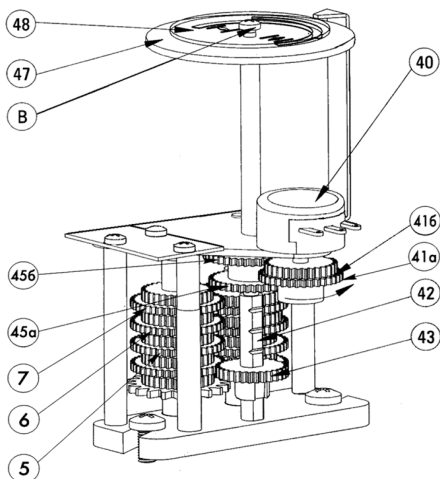

Рис. 4 Индикатор положения затвора арматуры
Индикатор положения затвора арматуры (рис. 4) состоит из набора установочных шестерен, омического датчика (опционально) (40) (рис. 4), регулируемых дисков с указателем положения затвора (47, 48). На стержне (42) имеется 4 зубчатых зацепления, позволяющих фиксировать шестерню (43), для трехступенчатой индикации положения затвора арматуры.